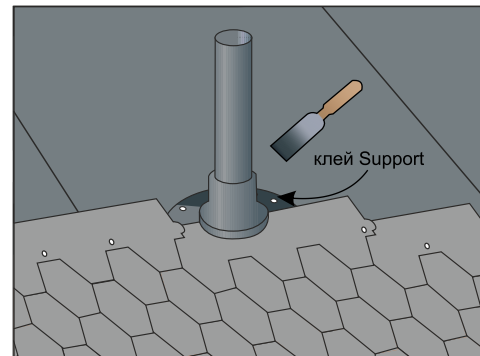

Рис. 26
- Необходимо проделать вырезы в гонтах, соответствующие размеру установленной на поверхности крыши резиновой втулки, и тщательно закрепить их под фланцем (рис.26);